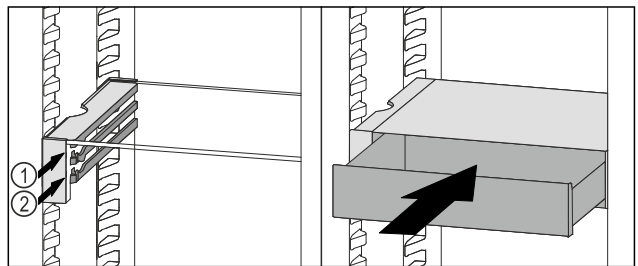

Fig. 158
- Placer le tiroir VarioSafe derrière les butées sur la nervure désirée Fig. 158 (1) ou Fig. 158 (2).